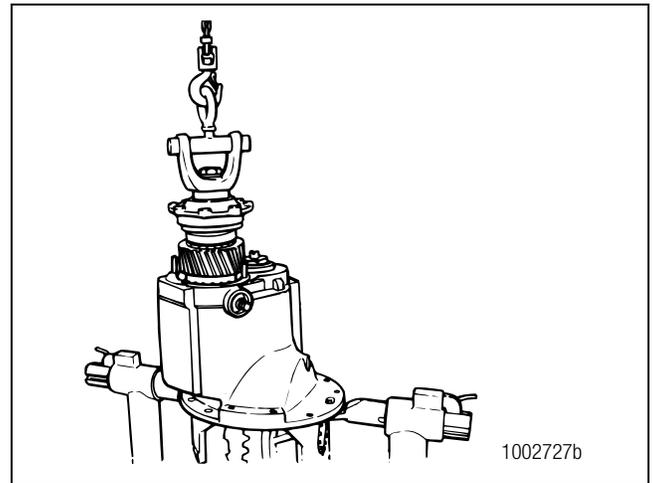

Figura 3.22
- A. Levante el conjunto de eje impulsor hasta que la jaula de cojinetes quede separada del portadiferencial. Si es necesario, golpee suavemente la jaula de cojinetes con un mazo de latón o de plástico para separar la jaula del portadiferencial. Figura 3.22.